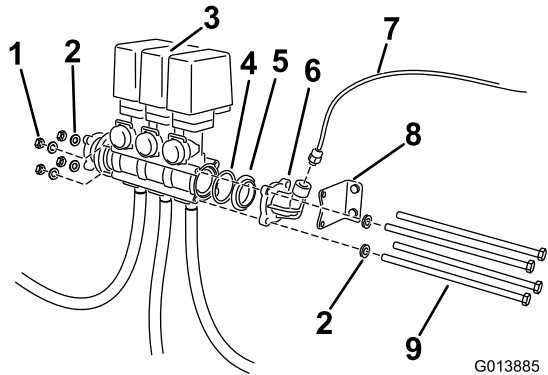

Figura 4
2. Afloje los pernos largos y los herrajes que sujetan el conjunto de las válvulas (Figura 4). Retire y guarde todos los herrajes. Desplace el conjunto de las válvulas a la derecha.
3. Retire el codo y la junta (Figura 4). Localice la junta tórica asentada en el cuerpo de la válvula existente. Guarde todas las piezas. Separe el soporte del conjunto de válvulas existente.